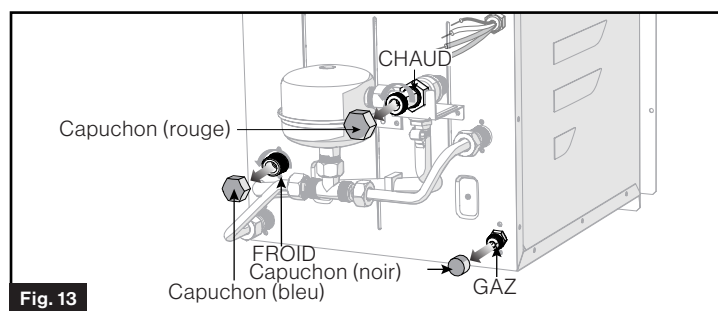

Fig. 13
- Retirez les capuchons de protection des connecteurs d'eau FROIDE (bleu), CHAUDE (rouge) et GAZ de la partie arrière de l'appareil. (Fig. 13)